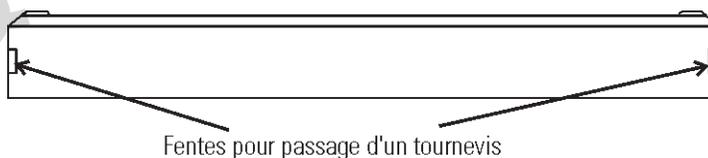

Figure 5-7. Couvercle avant sous la porte
2. Retirez le couvercle avant situé en dessous de la porte. Le couvercle comporte des fentes à chacune de ses extrémités afin de faciliter son ouverture à l'aide d'un petit tournevis à lame plate. Voir Figure 5-7.